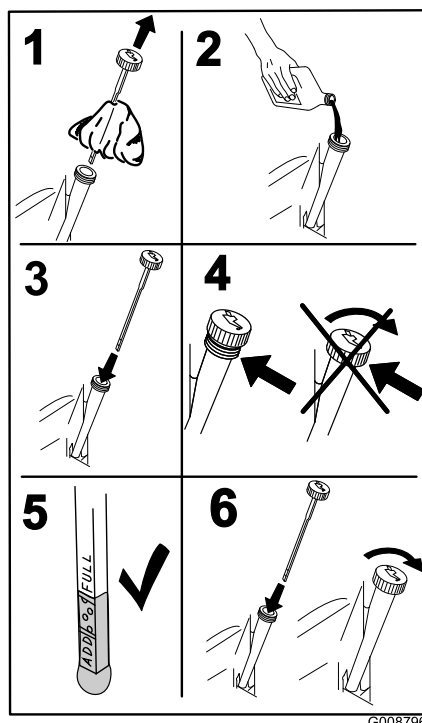

Figure 43
4. Versez lentement environ 80 % de l'huile spécifiée dans le tube de remplissage, puis faites l'appoint lentement jusqu'à ce que le niveau atteigne le repère maximum (Full) (Figure 43).